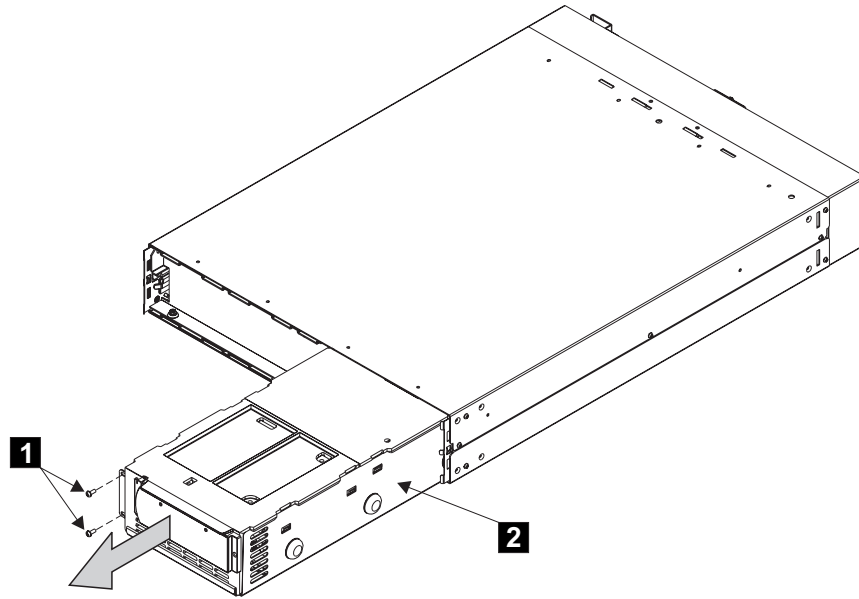

図 295. 2145 無停電電源装置 電子部品アセンブリーの取り外し
- a. 2 個のねじ **1** を取り外します (719 ページの図 295 を参照)。